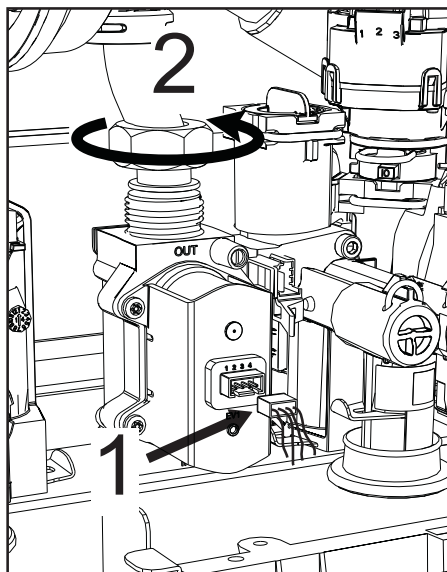

fig. 57
- Deconectați conectoarele electrice „1” (fig. 57).
- Deconectați furtunul de alimentare cu gaz „2” (fig. 57)